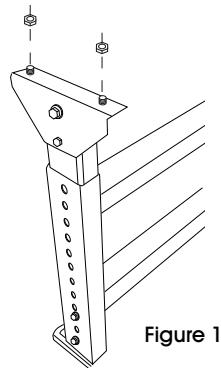

Figure 1
1. Le matériel d'installation est prévissé sur la partie supérieure des pieds de soutien en H. Retirez le matériel. (Voir Figure 1)